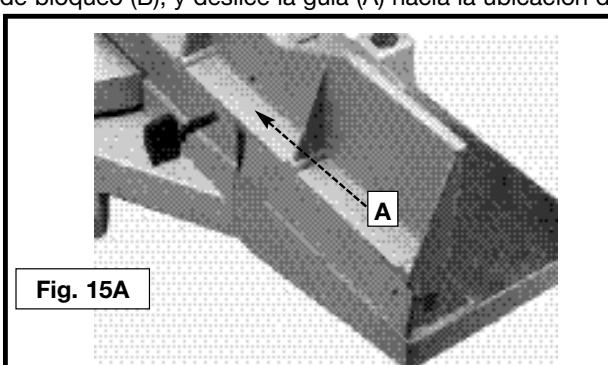
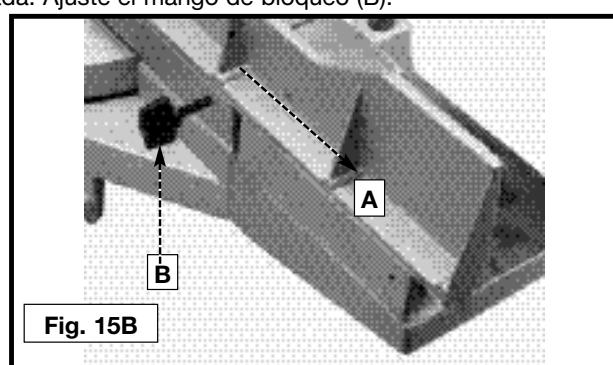

Fig. 15A
Fig. 15B
La guía deslizante (A) Fig. 15A proporciona sustento para poder usar la sierra con piezas de trabajo muy grandes. Colóquela lo más cerca posible de la hoja de la sierra. Cuando realice cortes de inglete (hoja a 90° con respecto a la mesa y en ángulo a la derecha o la izquierda), coloque la guía totalmente contra la hoja (Fig. 15B). Cuando realice un corte biselado, sin embargo (hoja inclinada a un ángulo con respecto a la mesa), mueva la guía (A) lo suficientemente lejos de la hoja como para dejar un espacio adecuado. Para volver a ubicar la guía, afloje el mango de bloqueo (B), y deslice la guía (A) hacia la ubicación deseada. Ajuste el mango de bloqueo (B).